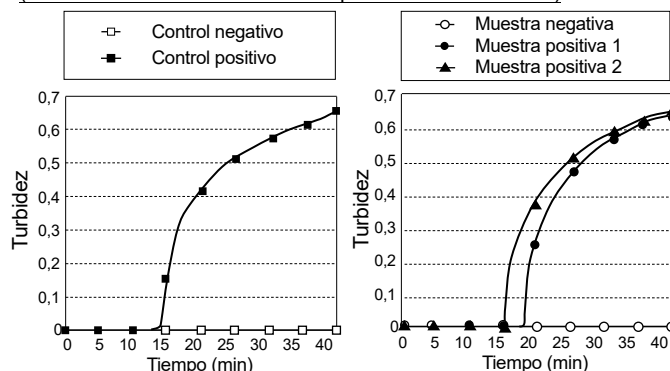

Fig. 1 : Gráficas de amplificación correspondientes a los controles. Fig. 2 : Gráficas de amplificación correspondientes a las muestras.
- (3) Coloque los tubos de reacción e inicie el análisis.
- (4) Observe la pantalla del turbidímetro para comprobar si los controles positivo y negativo presentan un aumento de la turbidez. Si la turbidez aumenta en el control positivo, pero no en el control negativo, la reacción de amplificación está teniendo lugar correctamente (Fig. 1). De lo contrario, la reacción de amplificación podría tener lugar de manera incorrecta. En ese caso, vuelva a analizar las muestras afectadas.
- (5) Confirme la finalización de la inactivación de la polimerasa (completada automáticamente por el turbidímetro). Retire todos los tubos de reacción del turbidímetro en tiempo real HumaTurb C+A y deséchelos sin abrirlos.
Una vez se haya confirmado que la turbidez aumenta en el control positivo, pero no en el control negativo, evalúe las muestras atendiendo a los siguientes criterios (Figs. 1 y 2).